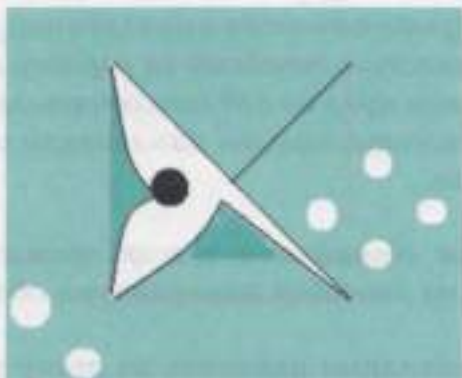

Рис. 27. Способ оклеивания обоями розетки
Участок обоев, выступающий над выключателем или розеткой, надрезать крест – накрест по диагонали, начиная с середины (рис. 27).
3. Надрежьте обои, как показано на рис. 27.